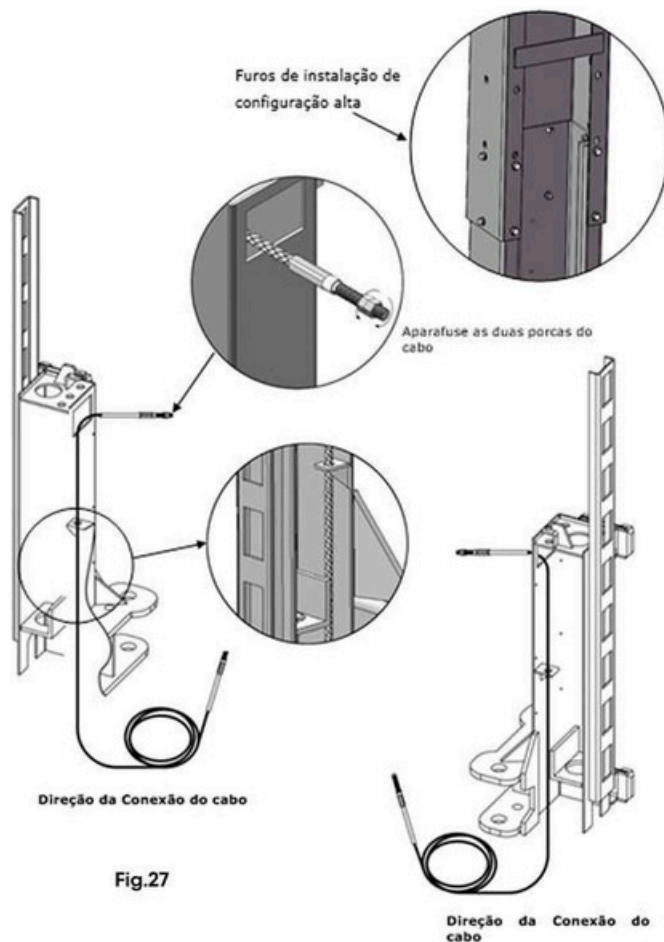

Fig.27
2.1. Passe o cabo pela parte inferior do suporte e puxe-o para fora do orifício do suporte e, em seguida, aperte as duas porcas do cabo. (Veja a Fig. 27).